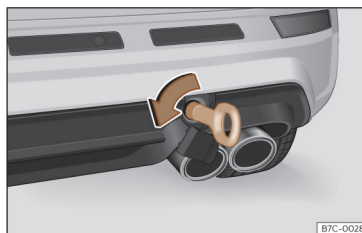

Fig. 186 No lado direito do para-choques traseiro: argola de reboque enroscada.
● Enrosque a argola de reboque no alojamento girando-a ao máximo **no sentido contrário ao dos ponteiros do relógio** >>> **Fig. 186**, >>> ①. Utilize um objeto adequado com o qual possa enroscar completa e firmemente a argola de reboque no seu alojamento.